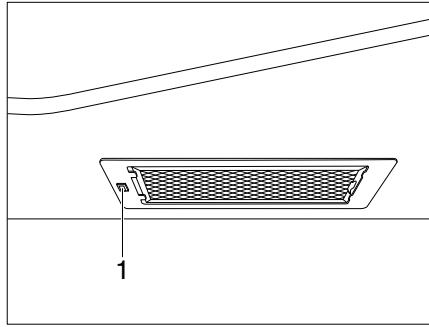

Fig. 333 Hotte aspirante
- Allumer et éteindre la hotte aspirante avec l'interrupteur (Fig. 333,1).